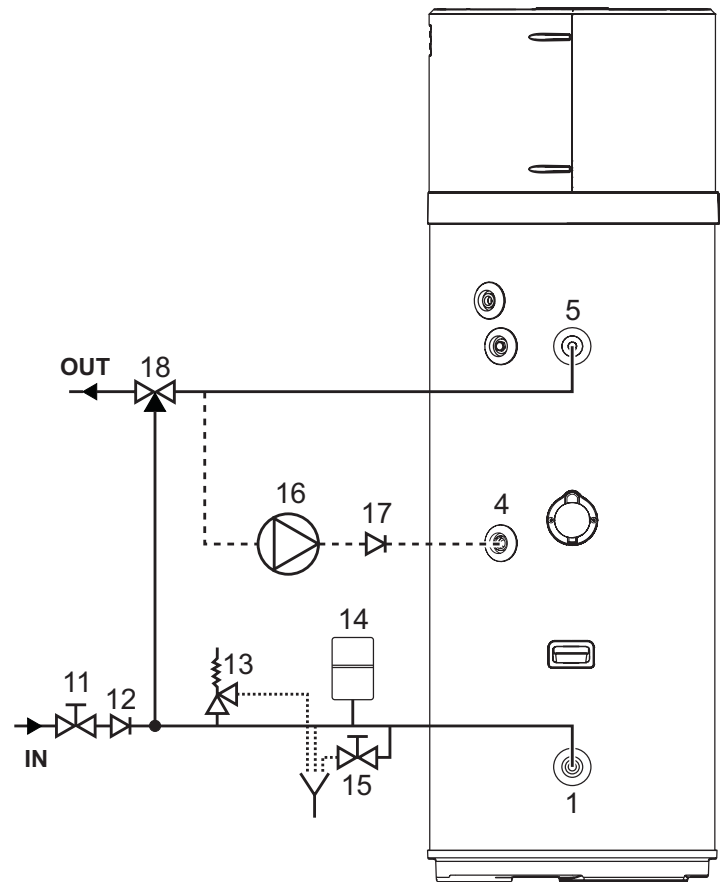

fig. 16- Ejemplo sistema hídrico
La figura siguiente (fig. 16) ilustra un ejemplo de conexión hidráulica.
### Leyenda (fig. 16)
**¡ATENCIÓN!** La bomba de calor para la producción de agua caliente sanitaria puede calentar agua a más de 60°C. Por este motivo, para protegerse de las quemaduras es necesario instalar un dispositivo termostático de mezcla automática en el tubo del agua caliente (fig. 16).